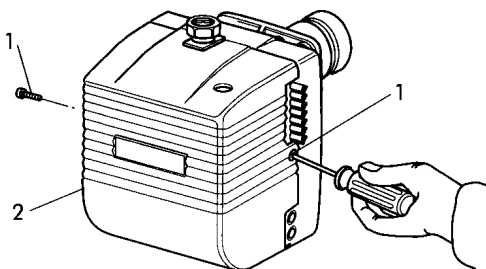

fig.1
Pour accéder aux éléments principaux, il suffit de retirer le coffre comme indiqué à la (fig.1).
- Fermer le robinet du gaz et détacher la rampe à gaz du brûleur. Dévisser les vis **1** et retirer le coffre **2** (fig.1).